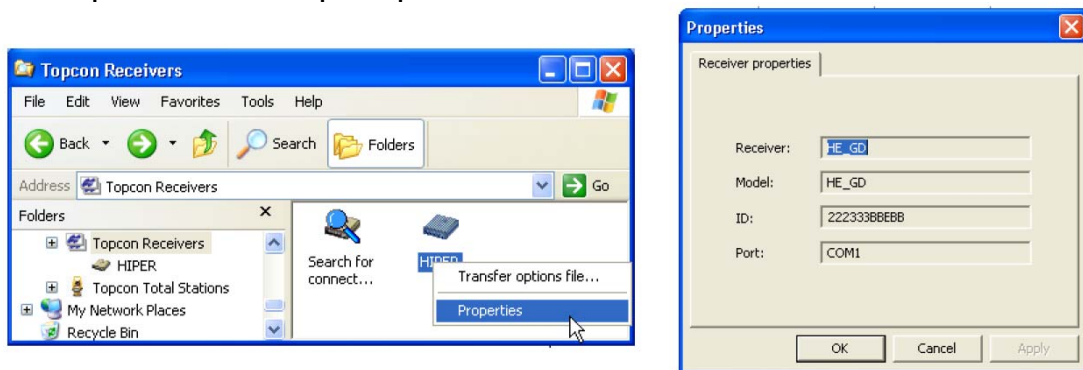

Рисунок 5-3. Свойства приемника
- Для просмотра данных о приемнике (см. рис. 5-3) щелкните по правой кнопкой мыши на иконке нужного приемника и в появившемся меню выберите пункт **Properties (Свойства)**.